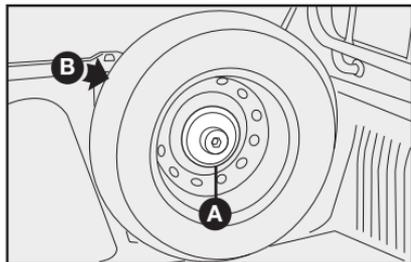

fig. 5
- Nas versões com cabine curta, destarraxar o pino suporte da roda sobresalente **A-fig. 5** ou **6** e retirar a mesma de sua sede **B-fig. 5** e **6**.